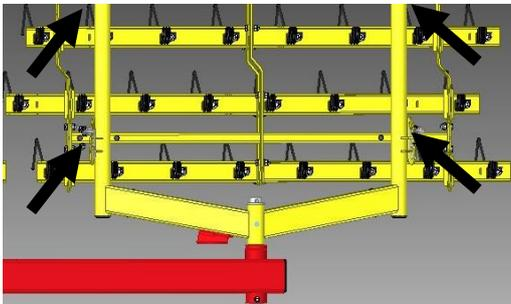

Figure 9
- Monter les nouveaux compartiments de herse sur les fourches à l'aide des quatre chaînes et les bloquer avec des goupilles épingles (Figure 9).